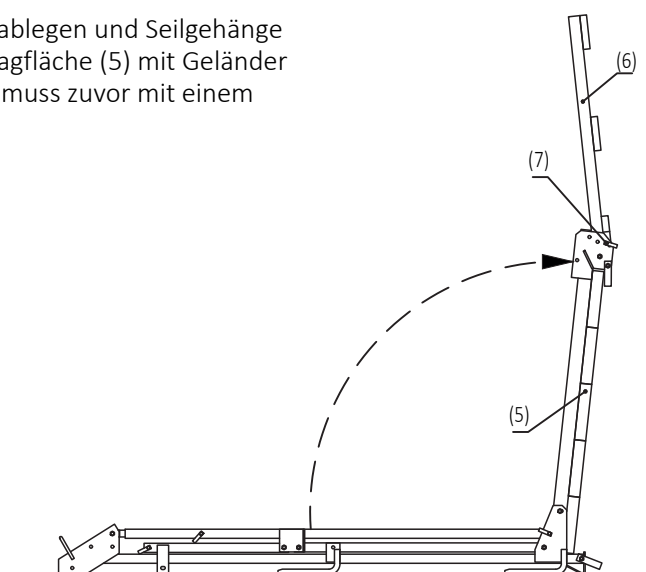

Bild 4.1.2
- 2 Gerüsteinheit(en) auf ebene Geländeoberfläche ablegen und Seilgehänge ausklinken. Transportsicherung (4) lösen und Belagfläche (5) mit Geländer (6) bis zum Anschlag hochklappen. Das Geländer muss zuvor mit einem Federsteckbolzen (7) gesichert sein (Bild 4.1.2).